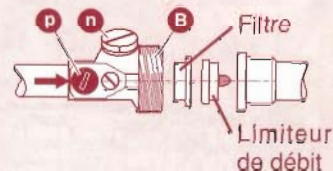

Fig. 5
- Mettre en place les filtres, joints et le limiteur de débit en respectant l'ordre et le sens précisés sur les **fig. 5** et **6**. Visser les différents raccords entre la chaudière et la plaque de raccordement.
- Brancher les connecteurs électriques dans le bornier (**E fig. 5**).
Dévisser le couvercle permettant l'accès au bornier (**E fig. 5**) sur la plaque support : le petit sachet plastique contient les différents éléments de connexion que vous devrez utiliser : barrettes, serre-câbles, bouchons de protection...
- Faire une prise d'air en ouvrant par exemple, un purgeur de l'installation ou la vis de vidange (**r fig. 5**) de la chaudière.
- Finir la vidange en ôtant la vis (**n fig. 5**) de la plaque de raccordement de la chaudière.
Vidange de la chaudière seule (fig. 5)